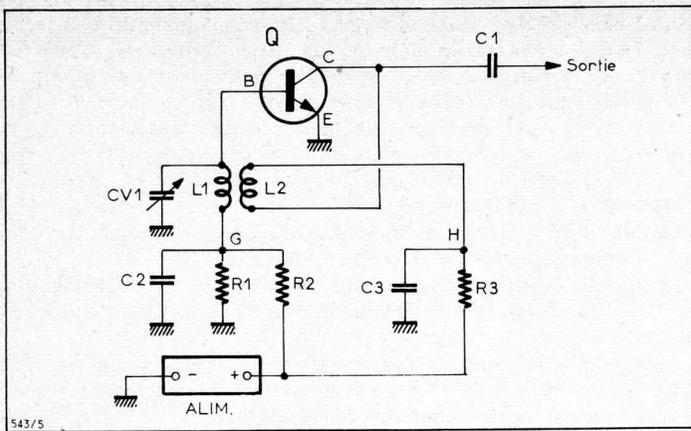

Fig. 5
Le montage de l'oscillateur, avec L_1 et L_2 couplées est donné par le schéma de la figure 5.
2° le schéma, du genre de celui de la figure 5, doit être conforme aux indications du fabricant du transistor notamment en ce qui concerne les tensions de polarisation déterminées par les résistances et la tension d'alimentation,
Pour qu'il y ait réaction, les branchements des points 1, 2, 3 et 4 devront s'effectuer selon les indications de la figure 5 : point 1 à la base B, point 2 au point G, point 3 à H_3 et point 4 au collecteur C du transistor.
1° effectuer les branchements selon les indications des figures 5 et 6 (A),